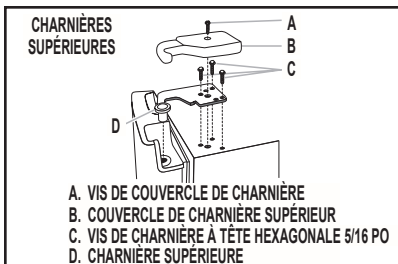

FIGURE 1
4. Pour la porte de droit, retirer la partie supérieure de la charnière comme indiqué à la *Figure 1*. Soulever la porte du réfrigérateur de l'axe de la charnière inférieure, puis poser la porte sur une surface protégée. Ne pas retirer les cales de l'axe de la charnière inférieure.
6. Réunir les pièces de la charnière supérieure comme illustré à la *Figure 1*. Ne pas complètement serrer les vis.
11. Réunir les pièces de la charnière supérieure comme illustré à la *Figure 1*. Soulever la porte de gauche de l'axe de la charnière inférieure, puis poser la porte sur une surface protégée.